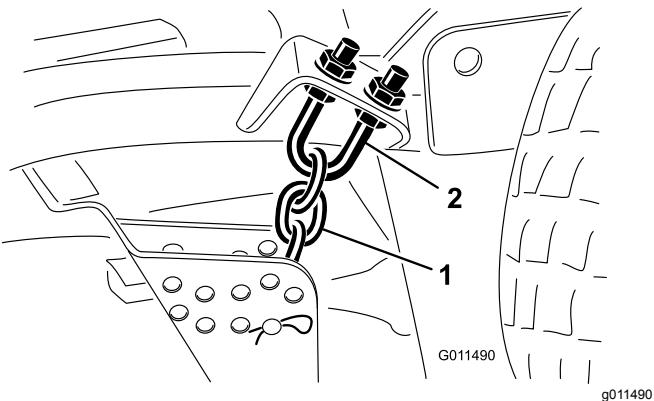

Figura 120
1. Afloje las contratuerca en la parte superior o inferior del perno en U de la cadena de altura de corte (Figura 120).